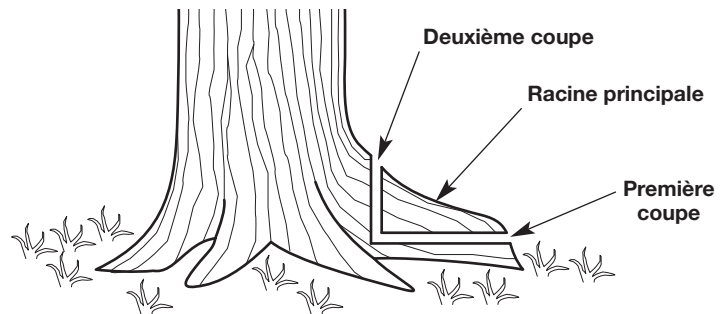

Fig. 13
1. Faites une coupe horizontale dans la racine principale (Fig. 13). Pour éviter que le guide-chaîne ne soit pincé par le poids du bois, faites toujours cette coupe en premier.
2. Faites une coupe verticale dans la racine principale (Fig. 13).